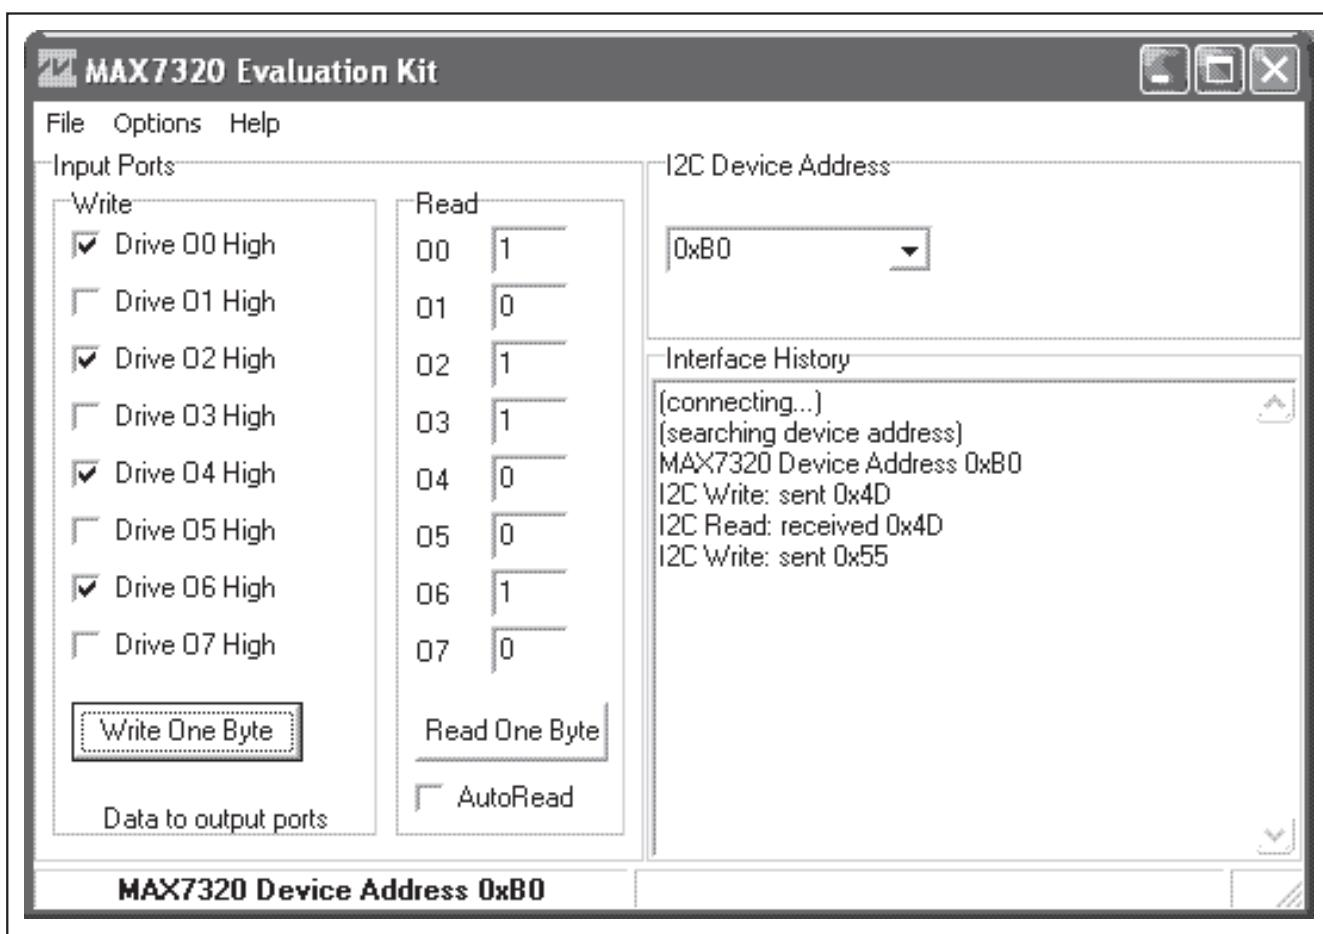

図1. MAX7320のEVキットソフトウェアのメインウィンドウ
- 6) **スタート** | **プログラム**メニューにあるアイコンを指定してMAX7320のEVキットのソフトウェアを起動してください。すると、EVキットソフトウェアのメインウィンドウが図1に示すように現れます。
評価ソフトウェアのメインウィンドウが図1に示されています。